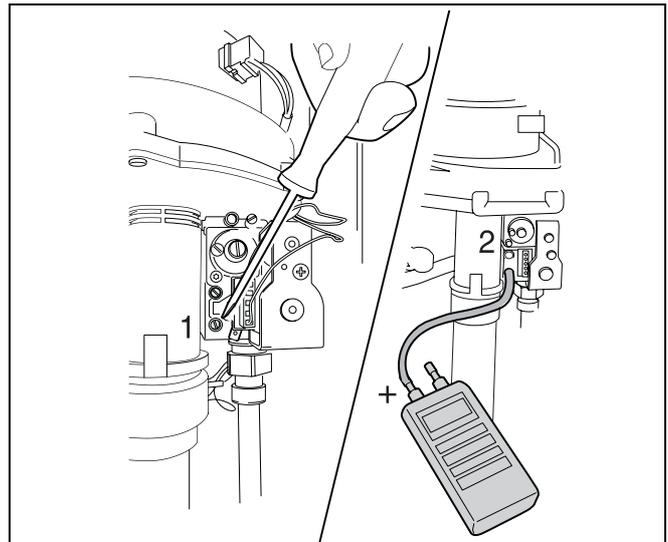

Fig. 33 Misurazione della pressione di allacciamento del gas
- Allentare leggermente la vite di tenuta del nipple di prova della pressione di allacciamento e collegarvi un tubo flessibile lungo (fig. 33).
- Allentare di due giri la vite del nipple di prova inferiore (nipple di prova della pressione di allacciamento) (fig. 33, pos. 1).
- Collegare al nipple di prova della pressione di allacciamento uno dei tubi flessibili del manometro (fig. 33, pos. 2).